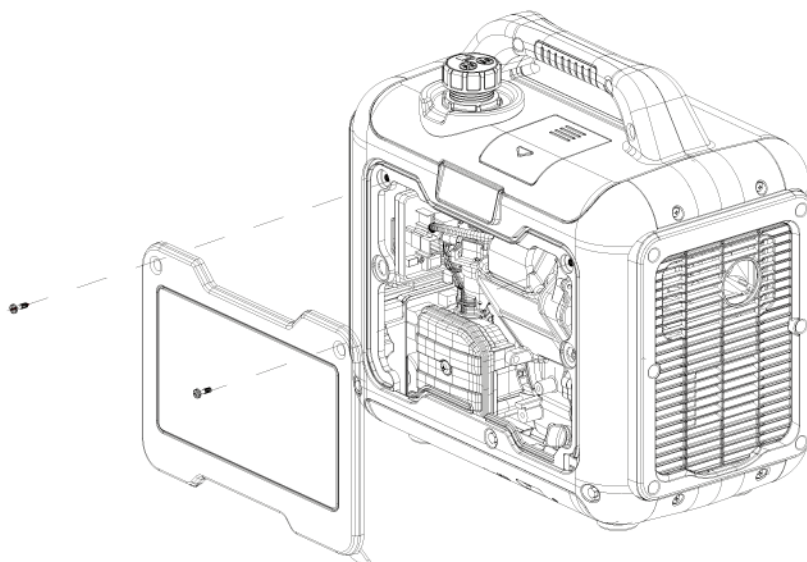

Fig. 1
- Dévissez les vis de fixation du couvercle du filtre à air (Fig. 1).
1, Tournez la commande du starter (Fig. 1) sur la position CHOKE. Si le moteur est déjà chaud, placez-la directement sur la position RUN (Fig. 4).
1, Tournez la commande du starter (Fig. 1) sur la position ARRÊT (O). La machine va ralentir puis s'éteindre.,